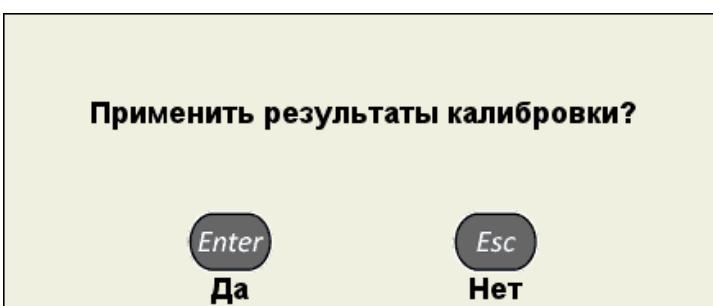

Рисунок 26
- для сохранения настроек нажать клавишу . Откроется подтверждающее окно (рисунок 26).